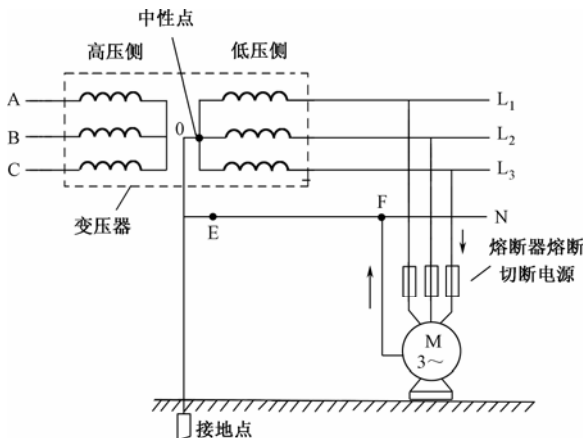
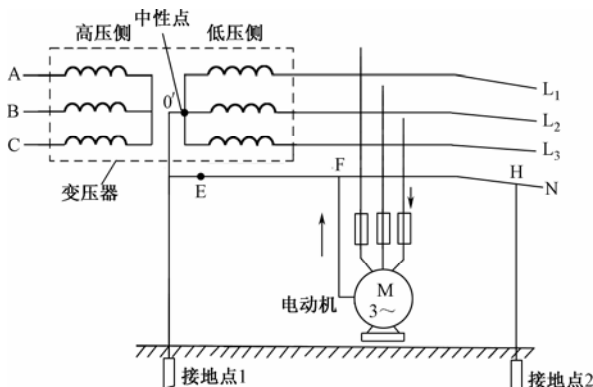

图 7-2 接零
图 7-3 重复接地
接零是指将电气设备的金属外壳或金属支架等与零线连接起来。接零如图 7-2 所示。
重复接地是指在零线多处进行接地。重复接地如图 7-3 所示，从图中可以看出，零线除了将中性点接地外，还在 H 点进行了接地。
① 有利于减小零线与地之间的电阻。零线与地之间的电阻主要由零线自身的电阻决定，零线越长，电阻越大，这样距离接地点越远的位置，零线上的电压越高。图 7-2 中的 F 点距离接地点较远，F 点与接地点之间的电阻就较大，若电动机的绕组与外壳短路或漏电时，虽然外壳通过零线与地连接，但因为外壳与接地点之间的电阻大，所以电动机外壳上仍有较高的电压，人体接触外壳就有触电的危险。如果采用了如图 7-3 所示的重复接地，在零线两处接地，可以